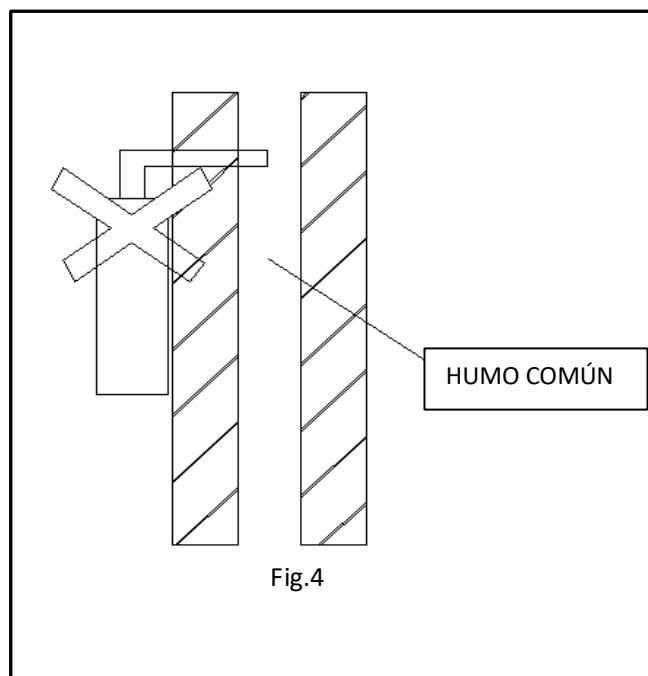

Fig.4
- La chimenea del calentador no se puede conectar a una chimenea común (Fig. 4).